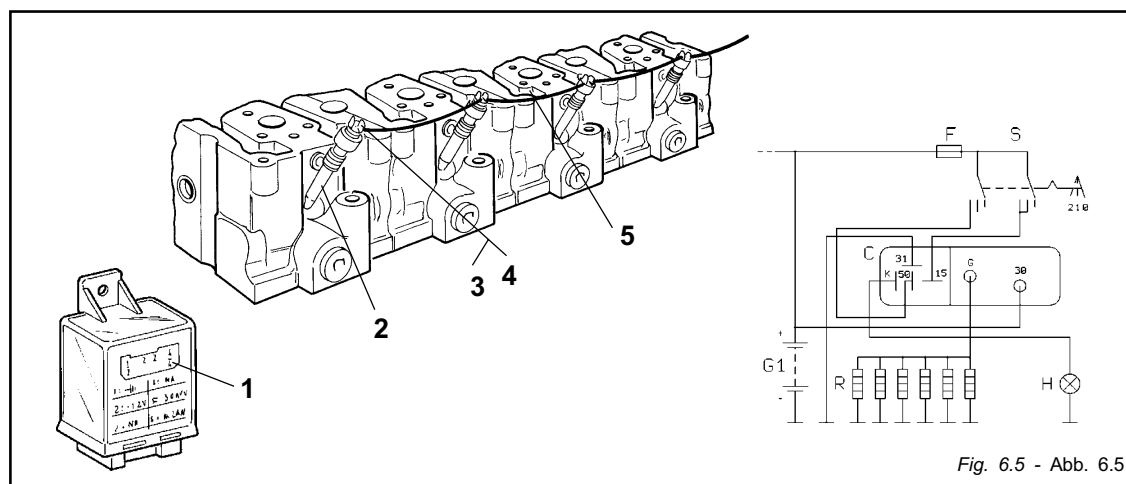

Fig. 6.5 - Abb. 6.5
- (Fig. 6.5)**
- (Abb. 6.5)**
(Fig. 6.5)